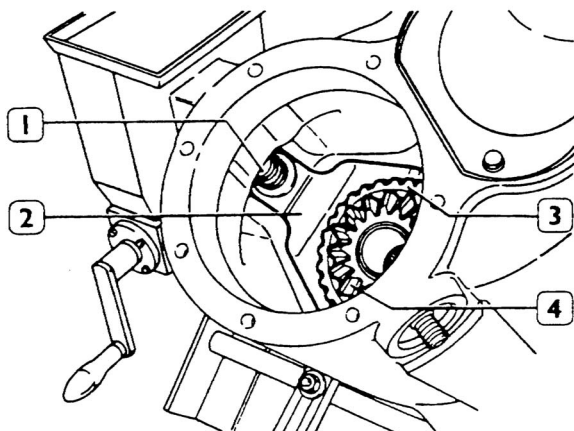

Figura 11
6. Retirar la pista externa (1) del rodamiento de apoyo del engranaje planetario trasero (4, figura 11) utilizando un punzón apropiado.